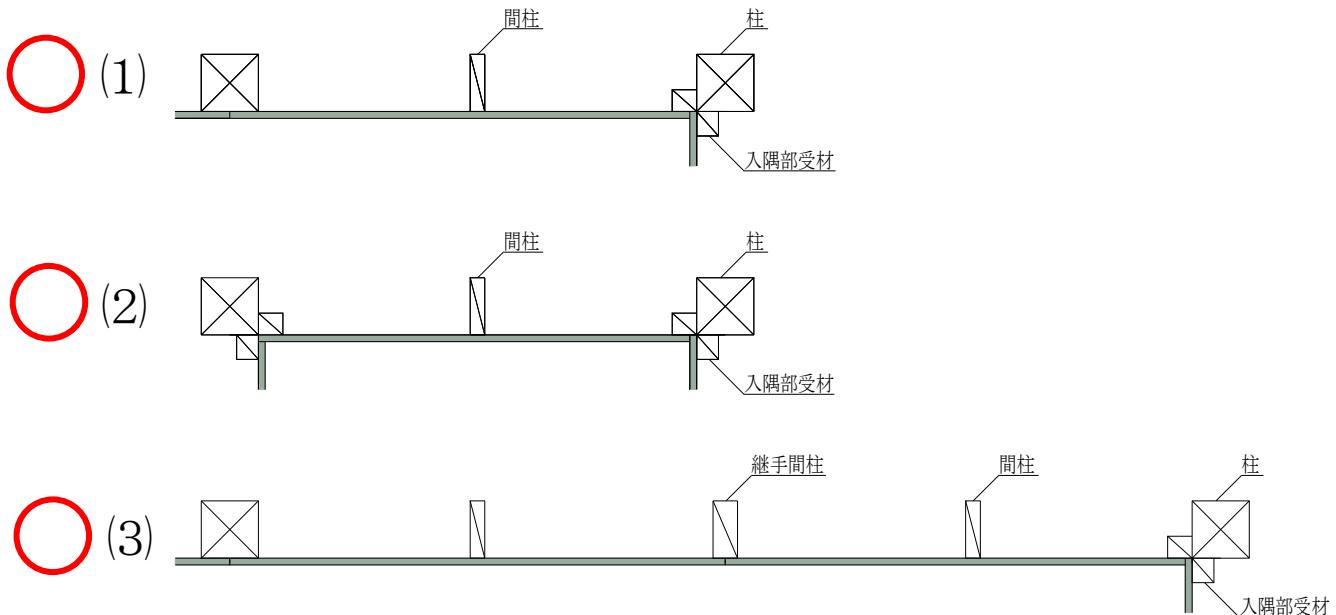

図8 入隅部の納まり図①
- 1つの耐力壁について、(1)片側に入隅部がある場合、(2)両側に入隅部がある場合のいずれも耐力壁（2.8倍）とできます（図8）。尚、入隅部面材の勝ち負けおよび1P・2Pは問いません（例：(3)）。